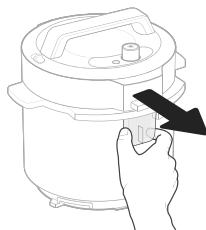

Figure 10.5
1. Retirez le collecteur de condensation en saisissant chaque côté avec le pouce et l'index et en l'éloignant de l'autocuiseur. **[Figure 10.5]**